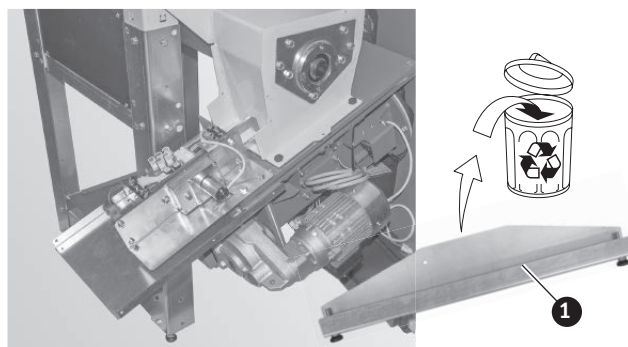

Fig. 190 Svitare e rimuovere l'ausilio d'installazione
- ▶ Svitare l'ausilio d'installazione e smaltire in modo conforme, non è più necessario – Fig. 190.